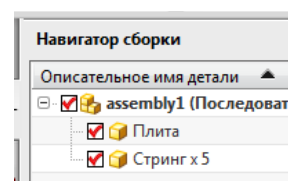

рис.24
- Куда поместить, и как ориентировать эти экземпляры вы задаете в поле «Расположение», но, естественно, все экземпляры одной детали *«наложатся»* друг на друга. Этот факт будет отражен в *навигаторе сборки* (НСБ) так, как показано на рис.24. Позднее вам придется «расташить» и правильно разместить все экземпляры детали в нужных местах сборки.